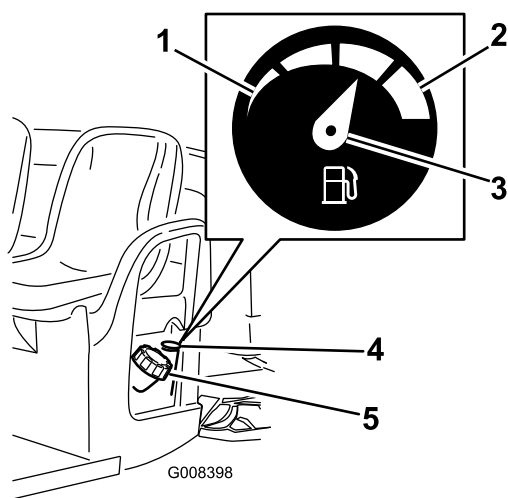

Figure 11
2. Enlevez le bouchon du réservoir de carburant (Figure 11).